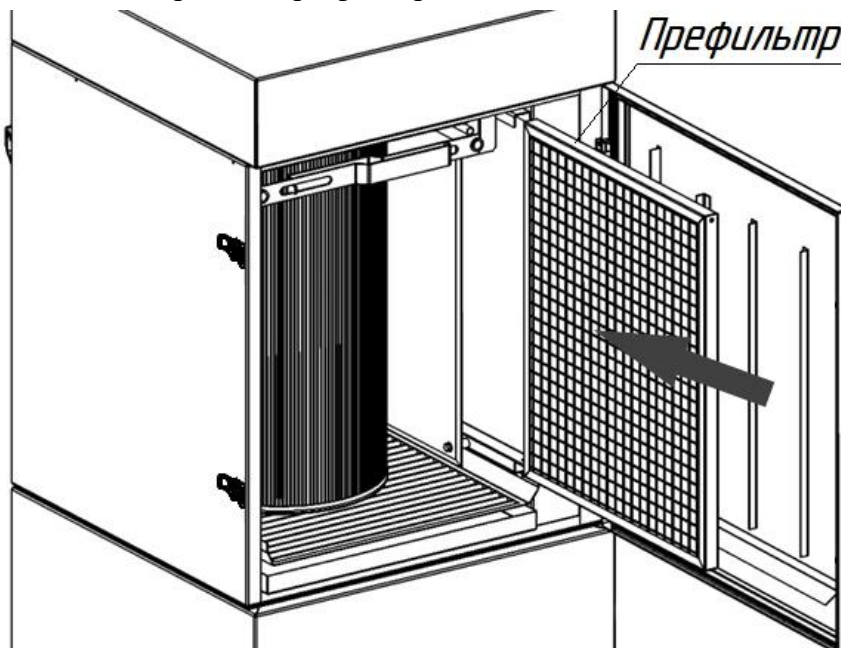

Рисунок 6
5.3.1 Префильтр является дополнительным комплектующим и устанавливается в фильтровальной камере для защиты картриджа. Для его монтажа необходимо открыть дверь фильтра, вставить префильтр между направляющим и задвинуть в фильтровальную камеру до упора (рисунок 6). Плотно закрыть дверь фильтра.